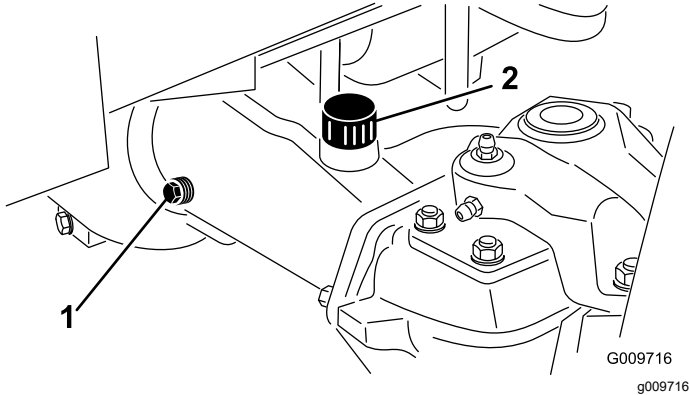

Bild 72
- Entfernen Sie eine Prüfschraube aus einem Ende der Achse (Bild 72) und stellen sicher, dass das Öl die Unterseite des Lochs erreicht. Entfernen Sie bei niedrigem Ölstand die Füllschraube (Bild 72) und füllen genug Öl ein, um den Stand bis an die Unterseite der Prüfschraubenöffnungen anzuheben.